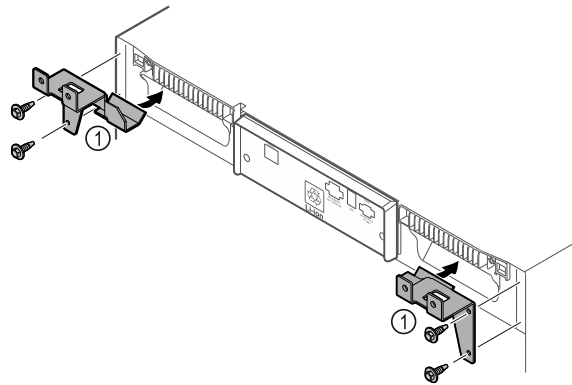

Fig. 12
- ▶ Pritvirtinkite laikančiąsias dalis Fig. 12 (1) savisriegiais varžtais prie prietaiso.